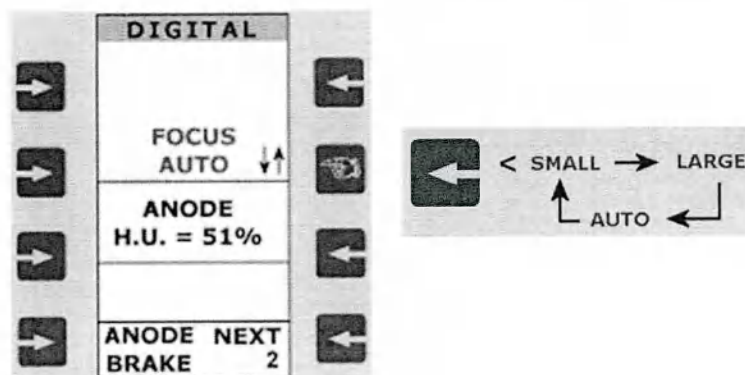

Рисунок 24
1. Нажимайте клавишу **NEXT** на графическом экране до тех пор, пока меню выбора фокусного пятна не отобразится на дисплее (Рисунок 24).